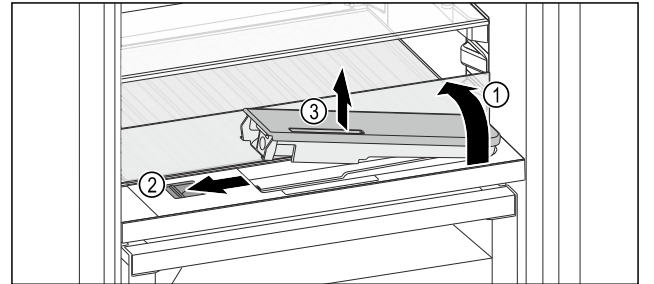

Fig. 172
- Cam plakayı kaldırın ve dayanağa kadar arkaya kaldırın Fig. 172 (1).
- Kaydırıcıyı Fig. 172 (2) sola itin.
- Su deposunu çıkarın Fig. 172 (3).